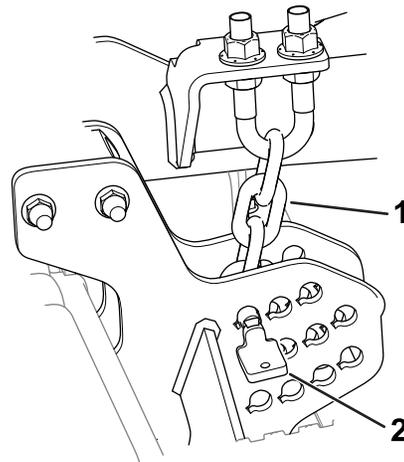

Figura 10
1. Retire los pasadores que fijan las cadenas de altura de corte en la parte trasera de la unidad de corte (Figura 10).
El pasador debe instalarse en en eslabón más bajo de la cadena de altura de corte. La cadena (Figura 10) no debe estar torcida.